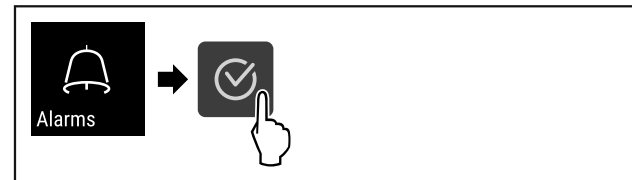

Fig. 141
- ▶ Følg anvisningene (se Fig. 141) .